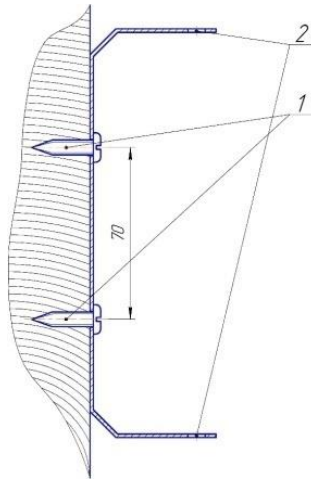

Рисунок 2 – Установка кронштейна на несущую поверхность
6.3 Закрепить кронштейн на несущей поверхности (см. рисунок 2)